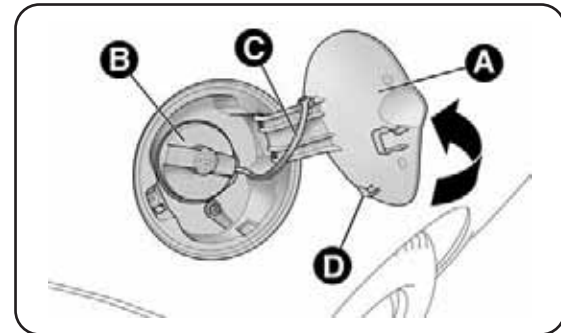

fig. 82
1) Abra el tapa A-fig. 82 tirando hacia afuera, mantenga sujeto el tapón B, introduzca la llave de contacto en la cerradura y gírela hacia la izquierda.